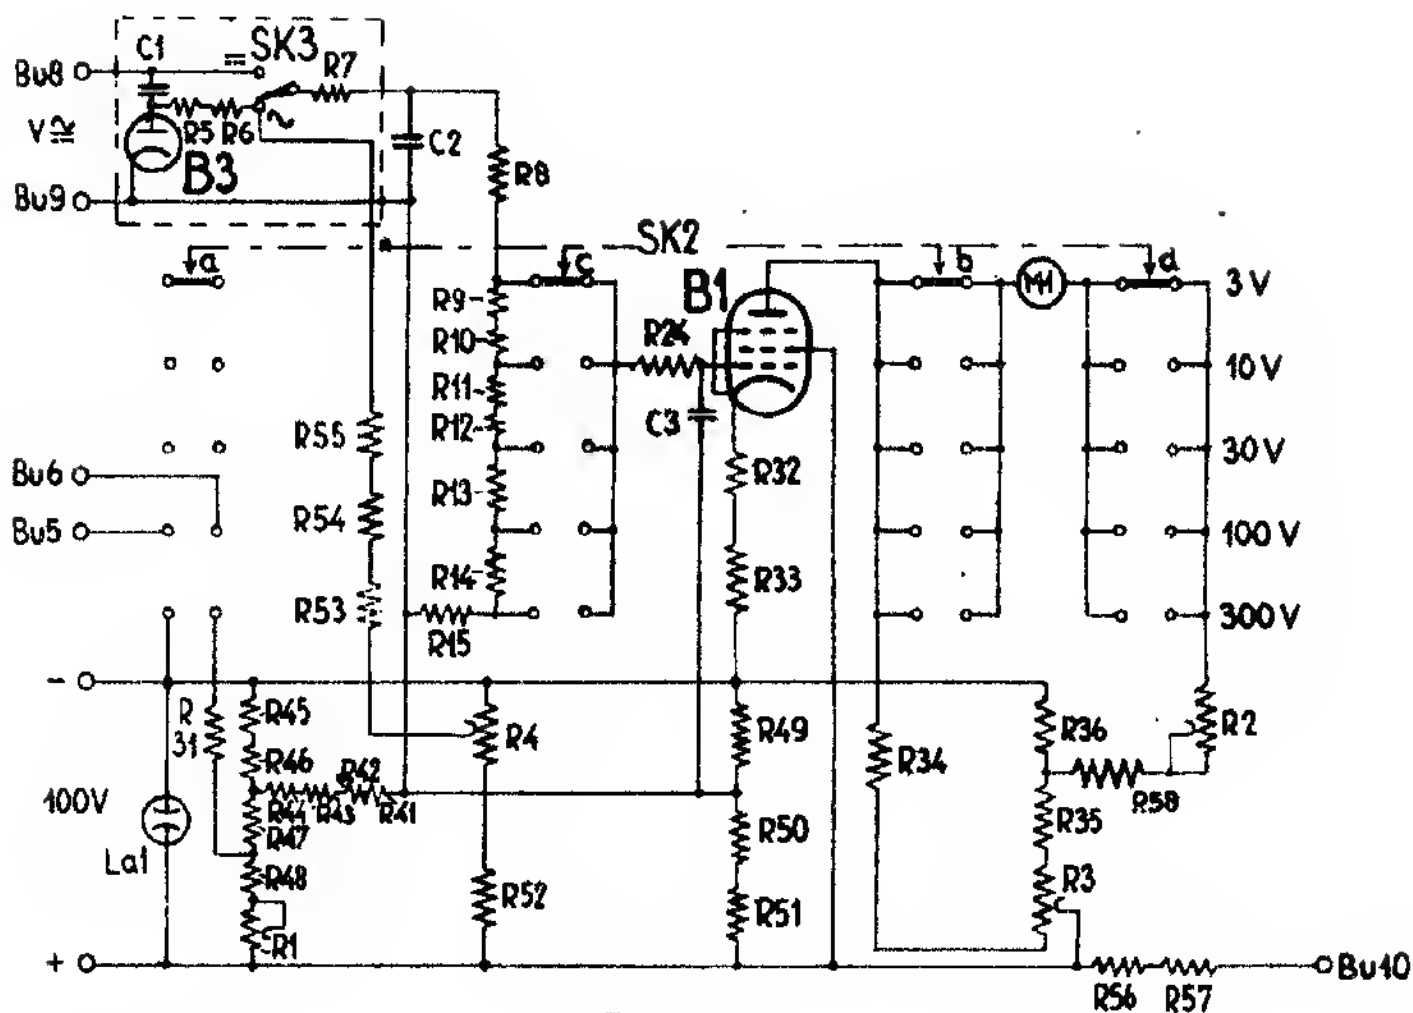

Fig. 3
b. Spanningsgebieden (gelijk- en wisselspanning tot 300 V) (zie fig.3)